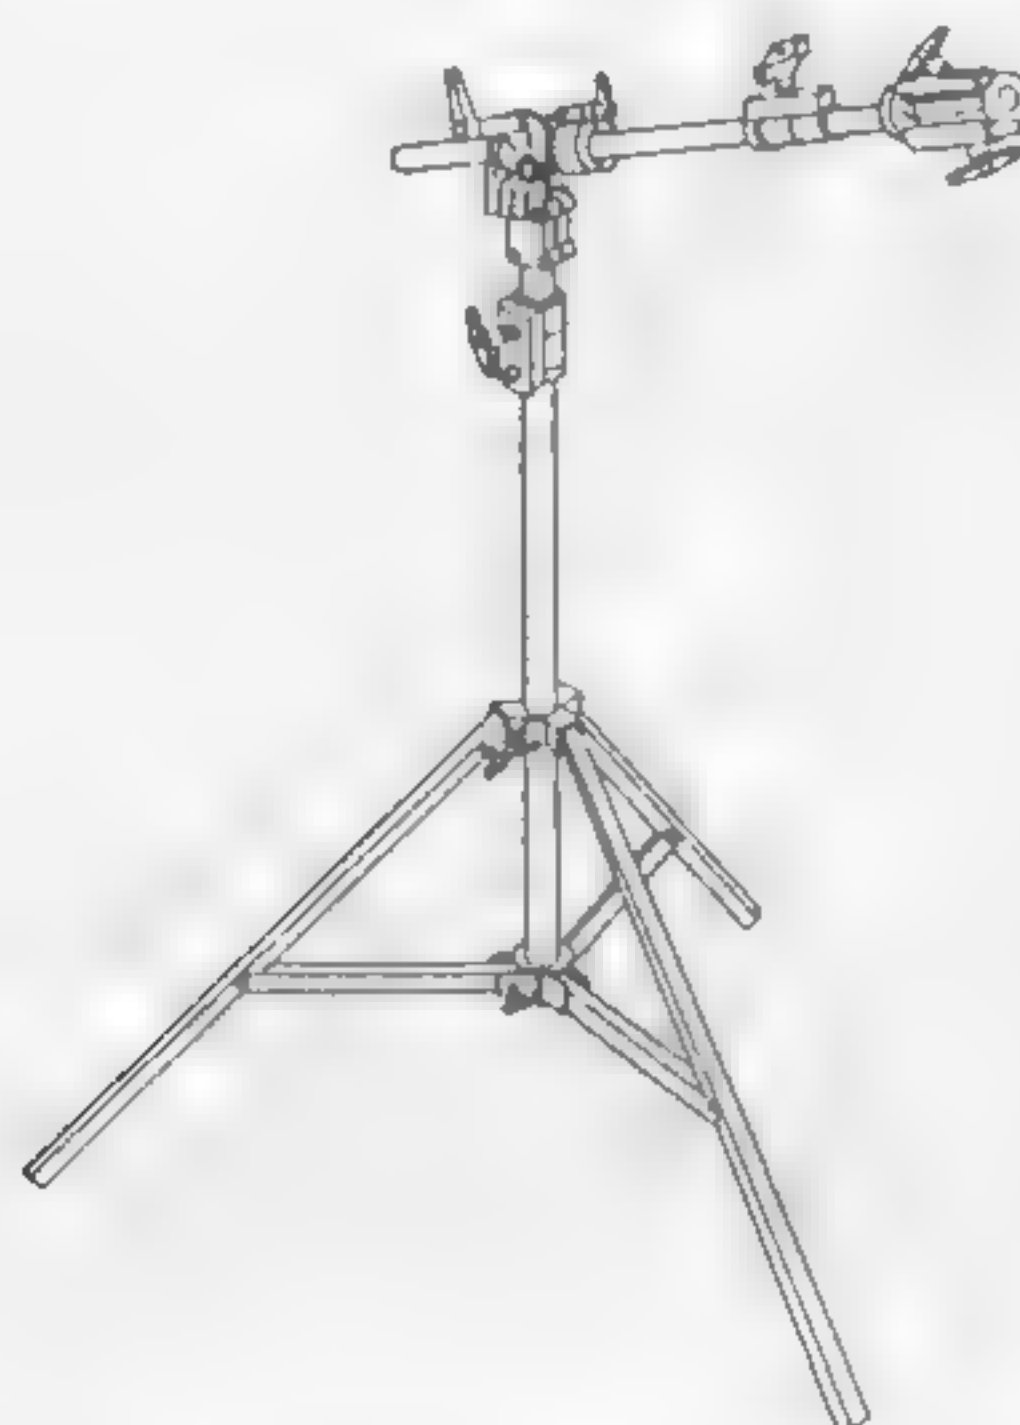

Рис. 11.2 Штатив со стрелой, используемый с противовесами и мешками с песком
- **Штатив со стрелой** — позволяет использовать светильник на конце выдвигающейся стрелы. Это идеально в случае, когда следует осветить глубину сцены, а штатив не должен попасть в кадр. С большим вниманием следует относиться к обслуживанию, в частности к балансировке стрелы относительно колонки штатива и приданию ему дополнительной устойчивости за счет мешков с песком (рис. 11.2).